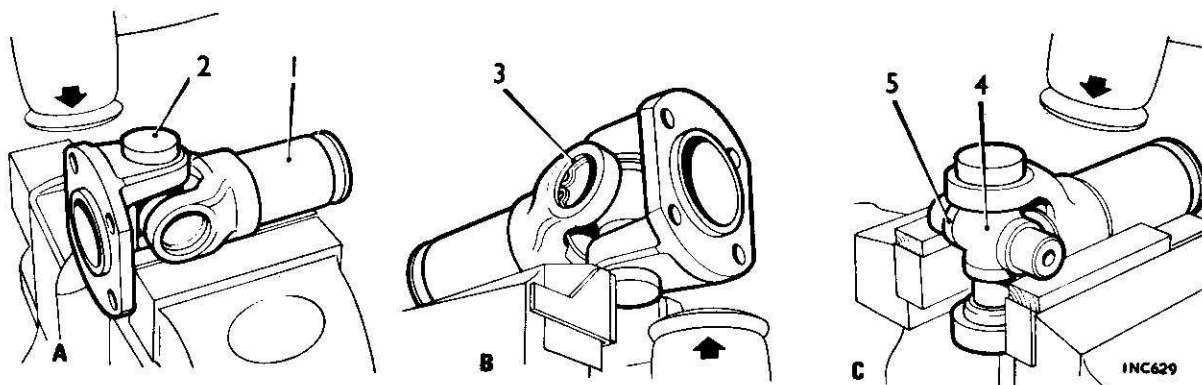

Fig. G.8
- (5) Prendere in mano il giunto e poggiare la superficie inferiore della forcella su una morsa. Mediante una mazzuola di rame, battere colpettini leggeri sul bordo superiore della flangia di uscita del differenziale (A, Fig. G.8) sinchè la pista sporga dalla sede.
- (6) Capovolgere il giunto e bloccare la pista sporgente nella morsa. Battere colpettini leggeri sul bordo inferiore della flangia sinchè la pista venga estratta completamente (B, Fig. G.8).
- (7) Per rimuovere la pista opposta, ripetere le operazioni di cui ai punti (5) e (6).
- (8) Poggiare i perni esposti della crociera sulla morsa, dopo aver interposto tra questi e le ganasce due pezzi di legno o di metallo dolce. Rimuovere le due rimanenti piste battendo colpettini leggeri sul braccio superiore della forcella e procedendo come è stato già descritto ai punti (5) e (6) (C, Fig. G.8).
- (9) Rimuovere la crociera dalla forcella.